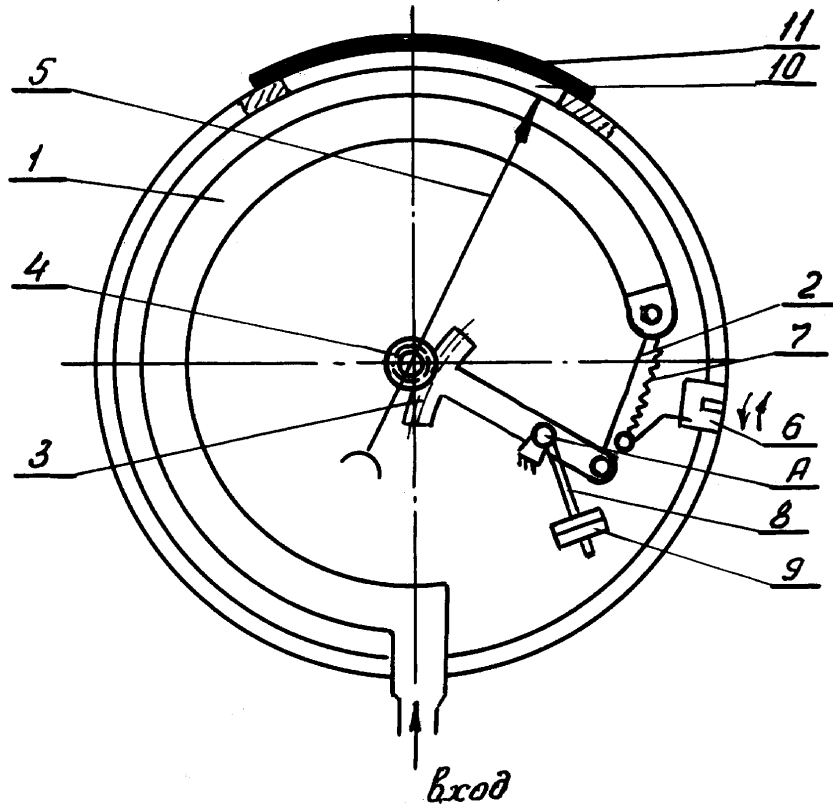

Рисунок 1
3.2 Перемещение конца пружины 1 (рисунок 1), при подаче внутрь её избыточного давления, через тягу 2 передаётся сектору 3, который вращается на оси А. От сектора вращение передаётся трибке 4, на оси которой закреплена указательная стрелка 5. Отсчёт показаний ведётся по шкале, которая на рисунке 1 не показана.
3.4 На случай разрыва манометрической пружины, во всех манометрах предусмотрено устройство для сброса давления в атмосферу без разрушения стекла, представляющее собой лист фольги 11 (рисунок 1), закрывающий отверстие 10 на боковой поверхности корпуса.